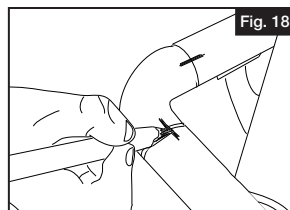

Fig. 18
3. Inserte las uniones (incluidos con la esquina) en la esquina. Instalar la esquina ensamblada con los largueros de manera temporal. Si todos los componentes están alineados correctamente, hacer marcas de referencia (Fig. 18).